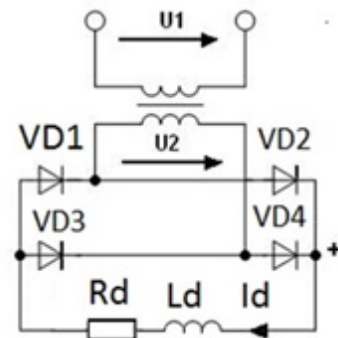

Рис. 10
1. Нарисовать схему однофазного мостового выпрямителя, содержащую понижающий трансформатор, четыре диода и активно-индуктивную нагрузку рис.10).